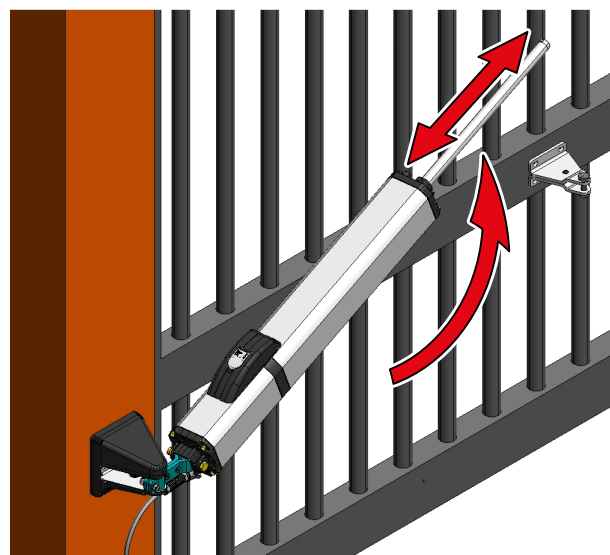

Fig.27
6. Alimente eléctricamente el operador y mueva repetidamente el vástago, hacia dentro y hacia fuera, por todo su recorrido, hasta obtener un movimiento fluido (Fig. 27).